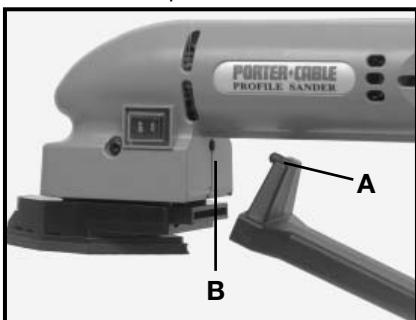

Fig. 13
1. Introduisez la broche avant « A » du récupérateur dans le trou « B » de la ponceuse (Fig. 13).